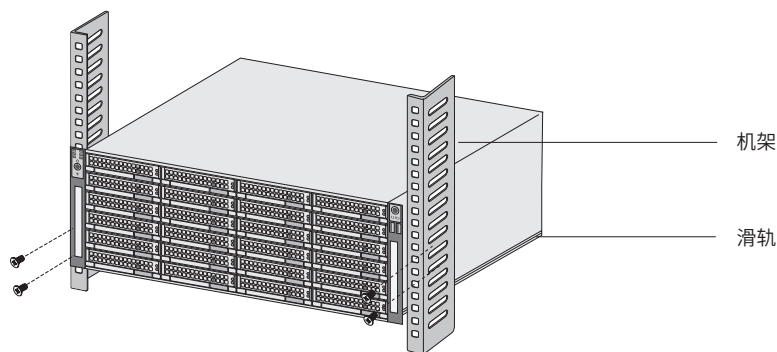

图2-1 机架安装示意图
3. 用螺钉将L型角铁固定在机架两端固定的导槽上,确保36盘位存储管理服务器稳定、水平地安装在机架上,如图2-1所示。